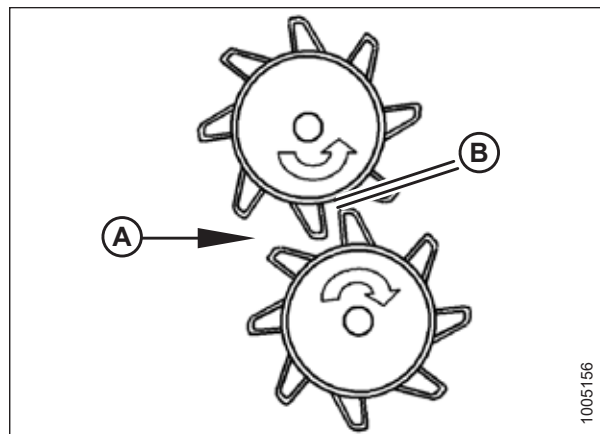

Рисунок 3.69: Зазор вальцов
- См. рис. 3.69, страница 51: Убедитесь, что зазор вальцов (В) составляет 20 мм (3/4 дюйма).